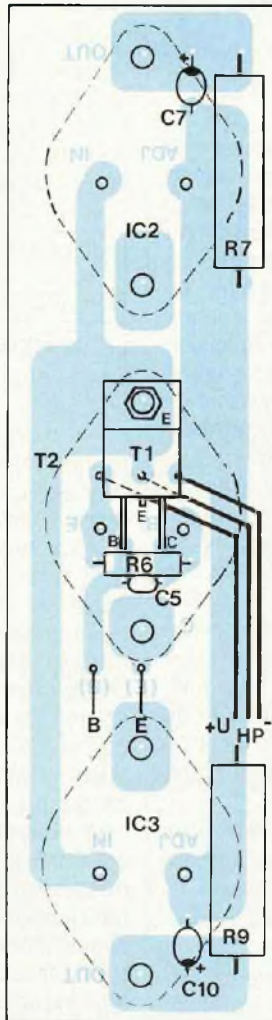

Fig. 6B
De l'autre côté, mettre en place des canons isolants dans les 6 trous de fixation et déposer ensuite le circuit imprimé 5B. Avec de la visserie de 3 mm et des rondelles "éventail", immobiliser les trois boîtiers T03 et par la même occasion le circuit 5B. Souder leurs 6 électrodes respectives. Le plan de câblage de la figure 6B permet de terminer aisément le travail. Le boîtier du LM 395 T est vissé directement au collecteur du transistor de puissance MJ 15002, voilà pourquoi nous avons préféré cette version plastique T0220 qui permet cette liaison directe intéressante. Faire coulisser ensuite le module « amplificateur en tension » dans les rainures basses du dissipateur, ampli OP vers le haut. Souder les queues de résistances aux points (E) et (B) correspondants du circuit 5B. De